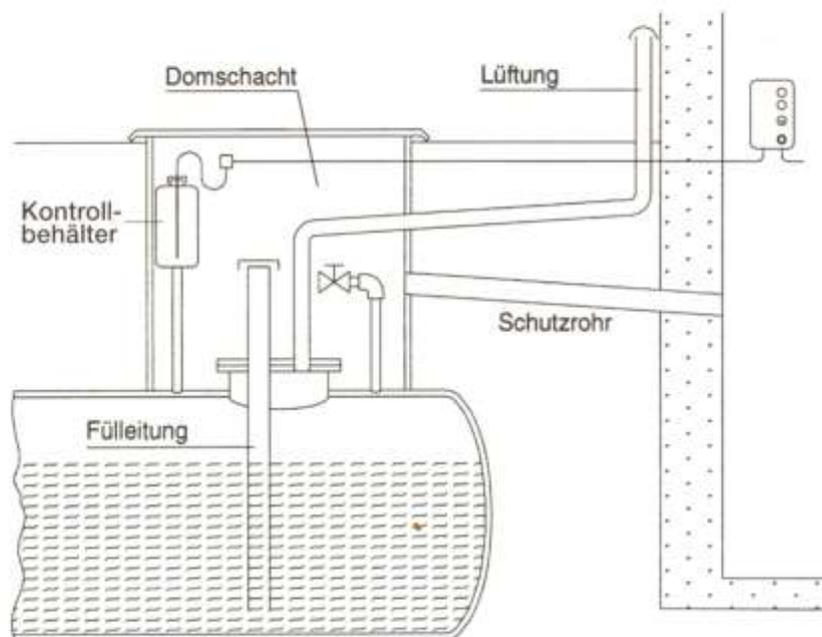

Bild 3: Unterirdischer Heizöl-Lagertank
- Verlegung im flüssigkeitsdichten und einsehbar Schutzrohr (Bild 3) oder als doppelwandige Rohrleitung mit zugelassenem Leckanzeigesystem oder als selbstsichernde Saugleitung ausgeführt.
- Der Domschacht (Bild 3) muß flüssigkeitsdicht ausgeführt sein.